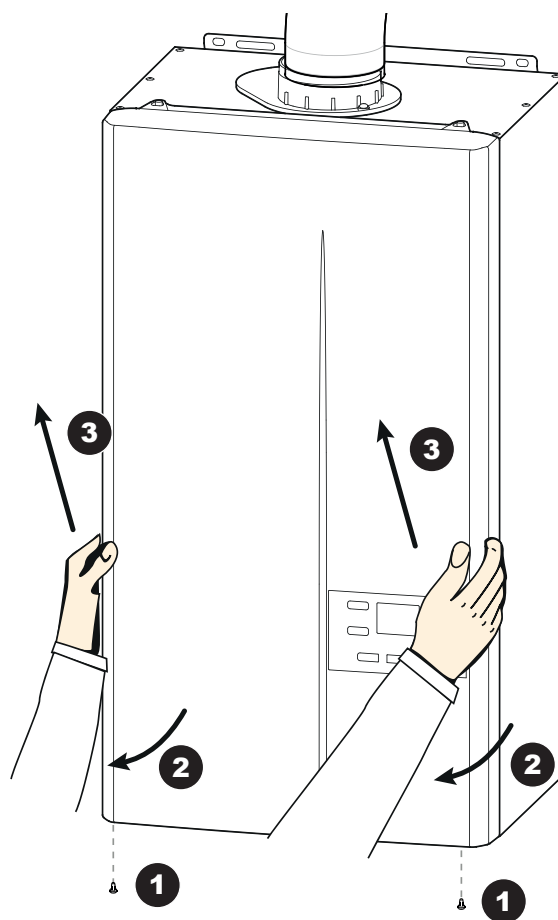

fig. 26 - Dépose de la façade
- Déposer la façade (voir fig. 26, page 48).